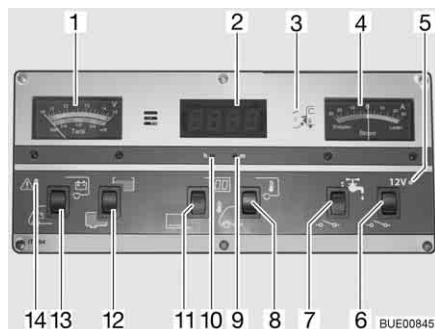

Bild 107 Panel IT 994
Med instrumentet V/tank (Bild 107, 1) avläses den övre skalan. Instrumentets belysning tänds automatiskt när en knapp trycks in.
- Vippkontakten (Bild 107, 13) trycks in nedtill: Startbatteriets spänning visas.
- Vippkontakten (Bild 107, 13) trycks in upptill: Bodelsbatteriets spänning visas.
På instrumentet V/tank (Bild 107,1) avläses den undre skalan. Instrumentets belysning tänds automatiskt när en knapp trycks in.
- Vippkontakten (Bild 107,12) trycks in upptill: Vattenvolymen visas.
- Vippkontakten (Bild 107,12) trycks in nedtill: Avloppsvattenvolymen visas.
Den röda varningslampan ALARM (Bild 107,14) blinkar så snart spänningen i bodelsbatteri har sjunkit till under 11 V (mätning under pågående drift) och risk för djupurladdning föreligger.
- Vippkontakten (Bild 107,11) trycks in upptill: Visning av digitalur är inkopplad. Temperaturvisning är driftsklar.
- Vippkontakten (Bild 107,11) trycks in nedtill: Visning av digitalur och temperaturvisning är avstängda.
- Tryck i öppningen för timvisningen (Bild 107,10) med en spetsigt föremål, t. ex en pennspets, tills önskat timtal har nåtts.
- Tryck i öppningen för minutvisningen (Bild 107,9) med en spetsigt föremål, t. ex en pennspets, tills önskat minuttal har nåtts.
- Vippkontakten (Bild 107,8) trycks in upptill: Innetemperaturen visas.
- Vippkontakten (Bild 107,8) trycks in nedtill: Utetemperaturen visas.
På instrumentet ström (Bild 107,4) visas batteriströmmens flöde kontinuerligt. Instrumentets belysning tänds automatiskt när en knapp trycks in.
Med huvudbrytaren 12 V (Bild 107,6) kopplas panelen och bodelens 12 V-försörjning till eller från.
Slå på: ■ Vippkontakten (Bild 107,6) trycks in upptill: 12 V-försörjningen för bodelen är påslagen. Kontrollampan (Bild 107,5) lyser grönt.
Slå från: ■ Vippkontakten (Bild 107,6) trycks in nedtill: 12 V-försörjningen för bodelen är avstängd. Kontrollampan (Bild 107,5) slocknar.
Kontrollampen 12 V (Bild 107,5) lyser då huvudbrytaren 12 V (Bild 107,6) är inkopplad.
Den gula 230 V-kontrollampen (Bild 107,3) lyser när nätspänningen ligger på el-blockets ingång.
Slå på: ■ Vippkontakten (Bild 107,7) trycks in upptill: Vattenförsörjningen är aktiverad.
Slå från: ■ Vippkontakten (Bild 107,7) trycks in nedtill: Vattenförsörjningen är avstängd.